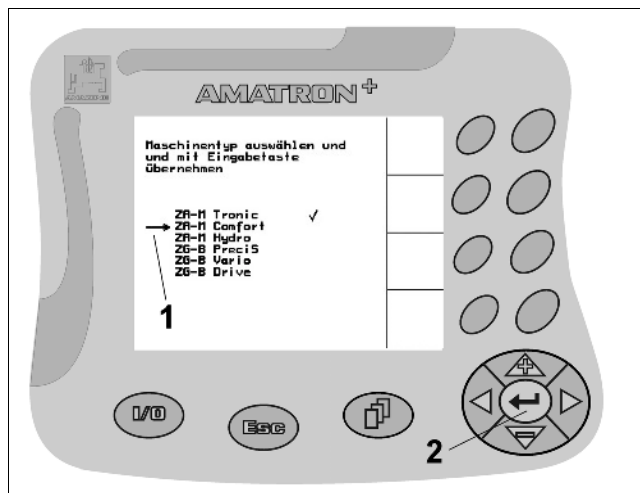

Fig. 14
- Posicionar flecha de selección (Fig. 14/1) con  y .
-  Aceptar la selección (Fig. 14/2).